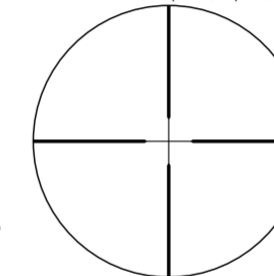
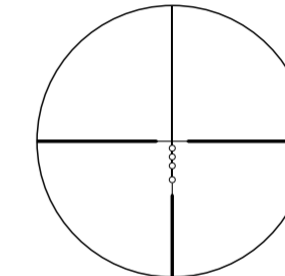

Fig. 3-1
Fig. 3-2
(1) Mise au point
- 1 Regardez dans l'oculaire, l'œil placé à 10 cm environ (4 pouces) de l'oculaire, pour voir le réticule Nikoplex (Duplex) (Fig. 3-1) ou le réticule BDC150 (Fig. 3-2), selon le produit que vous avez acheté. Assurez-vous que votre œil est correctement aligné et positionné à la bonne distance, afin d'éviter que votre vue ne soit « bouchée ».